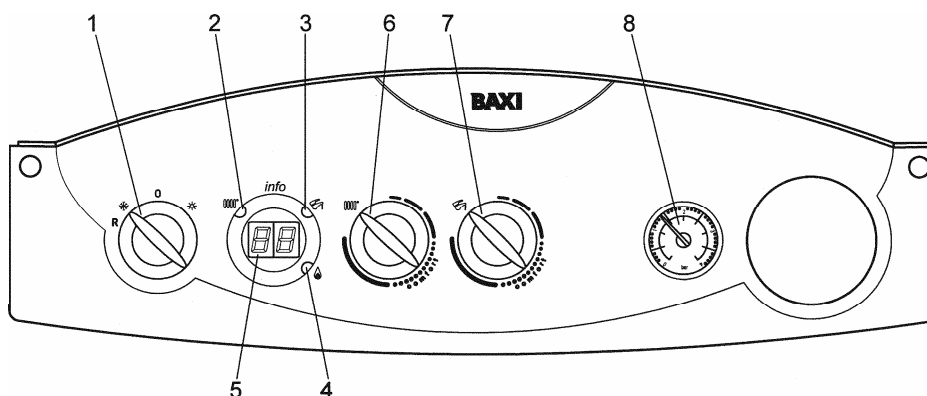

Рис. 4: Панель управления котла
- Установите регулятор (1) в положение зима ❄️;
- Установите максимальное значение температуры в контуре ГВС (рис. 4, поз. 7); в этом положении трехходовой клапан работает на змеевик бойлера; горит световой индикатор 3 🔦;
- Поочередно установите на максимальное значение температуру воды в контуре отопления (рис. 4, поз.6) и на минимальное значение температуру воды в контуре ГВС (рис. 4, поз. 7); в этом положении трехходовой клапан работает на контур отопления; горит световой индикатор 2 🔦.